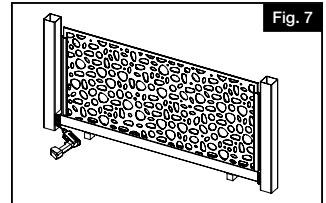

Fig. 7
- Ensure bracket is centered to post. Then, using 1/8" drill bit, pre-drill first bottom bracket screw hole through bracket hole and post (use the four outside corner holes) (Fig. 7).
- S'assurer que le support est centré sur le poteau. Puis, au moyen d'un foret de 1/8 po (3,2 mm) percer un avant-trou pour la première vis de support du bas à travers le trou du support jusque dans le poteau (utiliser les quatre trous des coins extérieurs) (Fig. 7).